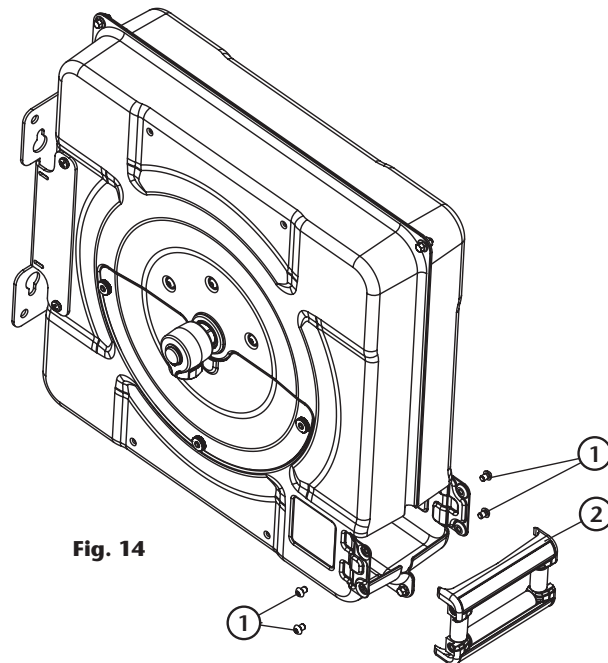

Fig. 14
2. Afloje los tornillos (1) (fig. 14) y retire el conjunto salida de manguera (2) (fig. 14) que se podrá extraer de una pieza. El conjunto se puede desmontar en piezas para su limpieza. También puede sustituirlo por un conjunto nuevo.
5. Lleve el conjunto premontado al enrollador, y fíjelo a este utilizando los tornillos (1) (fig. 14).